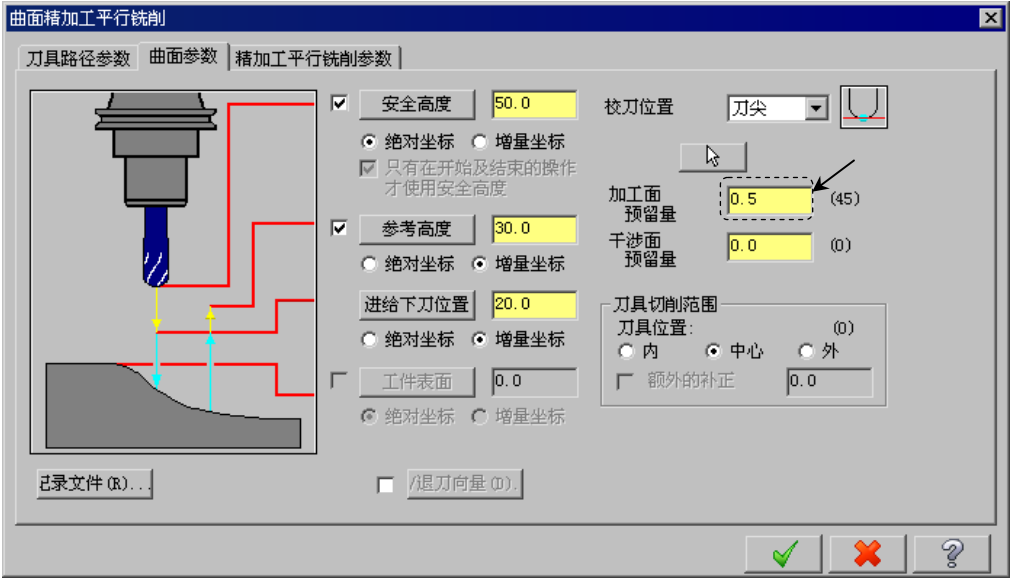

图 17.13 “曲面参数”选项卡
(1) 完成上步操作后，在“曲面精加工平行铣削”对话框的 **刀具路径参数** 选项卡的列表框中显示出 Step4 所选择的刀具。双击该刀具，系统弹出“定义刀具-机床群组-1”对话框。
(2) 设置刀具号码。在“定义刀具-机床群组-1”对话框中的 **刀具号码** 文本框中，将原有的数值改为 2。
(3) 设置刀具的加工参数。单击“定义刀具-机床群组-1”对话框的 **参数** 选项卡，在 **进给速率** 文本框中输入值 100.0，在 **下刀速率** 文本框中输入值 50，在 **提刀速率** 文本框中输入值 500，在 **主轴转速** 文本框中输入值 1000。
(4) 设置冷却方式。在 **参数** 选项卡中单击 **Coolant...** 按钮，系统弹出“Coolant...”对话框，在 **Flood**（切削液）下拉列表中选择 **On** 选项。单击该对话框中的 **✓** 按钮，关闭“Coolant...”对话框。
Step7. 设置曲面参数。在“曲面精加工平行铣削”对话框中单击 **曲面参数** 选项卡，设置图 17.13 所示的参数。